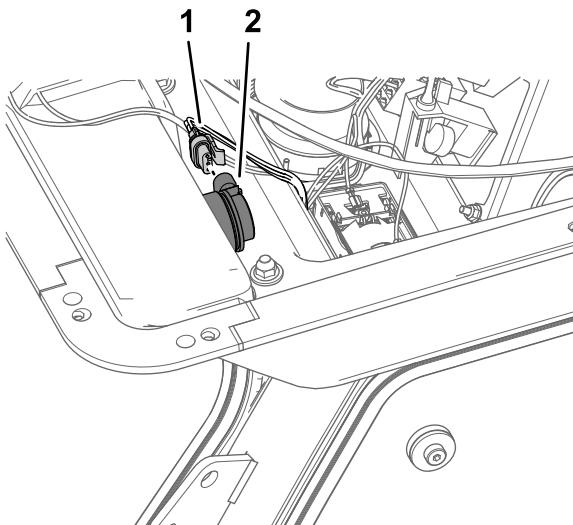

Figura 31
6. Enchufe el conector hembra de 3 vías del arnés de cables de la cabina etiquetado LH FRONT TURN SIGNAL (si está instalando el intermitente/luz de advertencia izquierdo) o RH FRONT TURN SIGNAL (si está instalando el intermitente/luz de advertencia derecho) en el conector de 3 pines del intermitente/luz de advertencia (Figura 31).